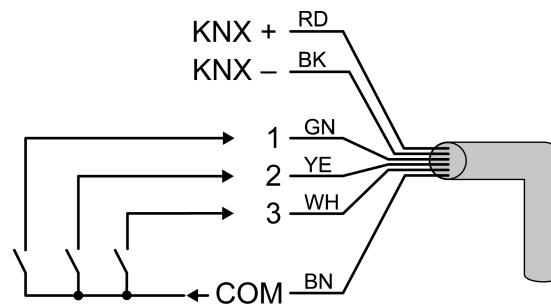

Bild 5: Anschluss der Nebensteineingänge
- Nach Bedarf potentialfreie Kontakte an die Eingänge anschließen (Bild 5).